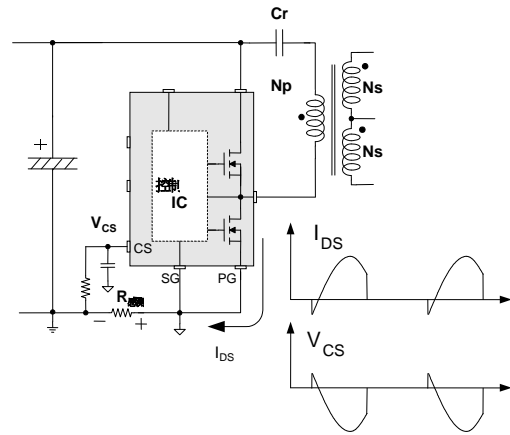
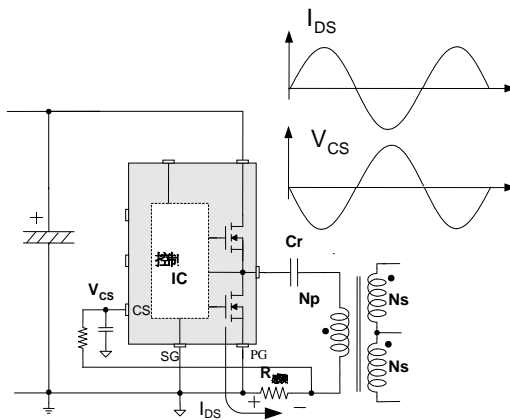

图 27. 半波检测
图 28. 全波检测
**8.1 电阻感测方法：**IC 可感测漏电流为负压，如图 27 和图 28 所示。半波感测允许感测电阻中较低的功耗，而全波感测在感测信号中具有较少的开关噪声。对于滤波器的时间常量范围， $3/100 \sim 1/10$  的工作频率是合理的。